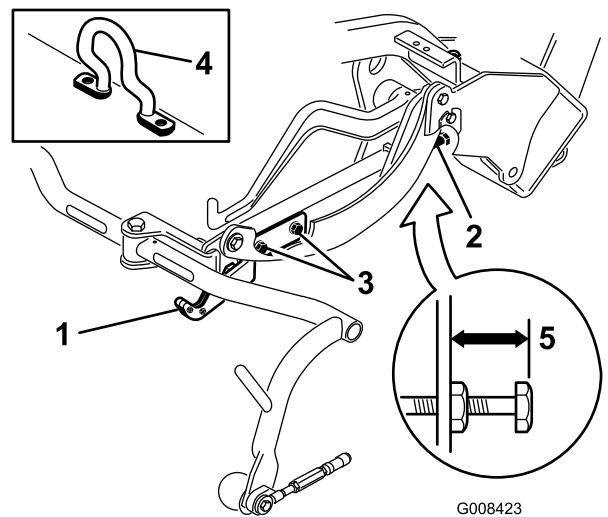
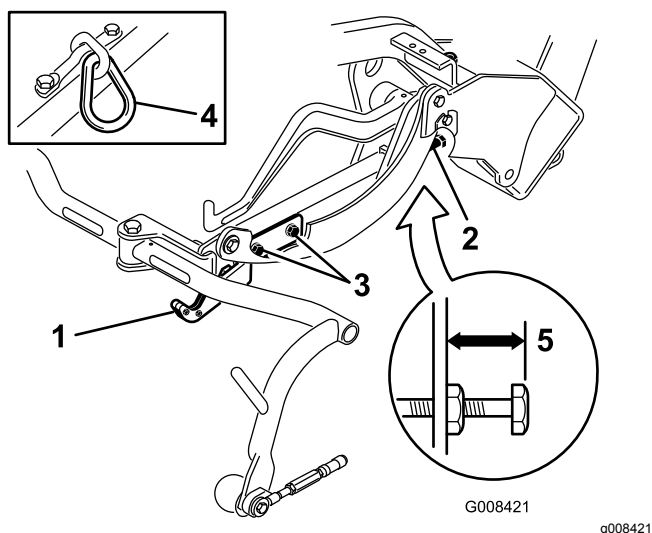
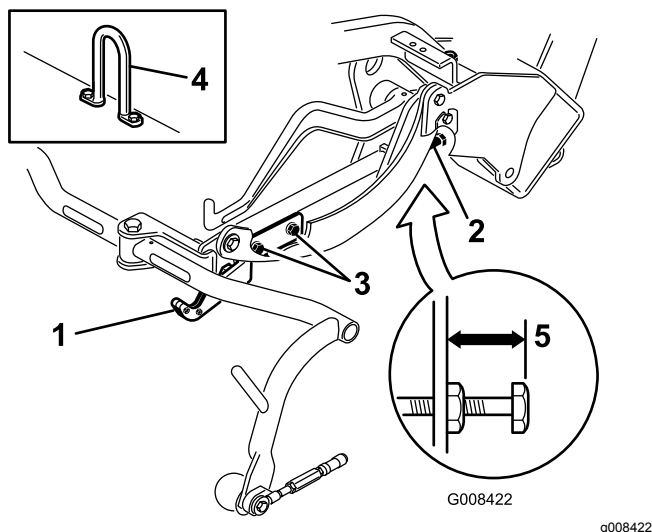

図 13
図 14
図 15
移動走行時の高さを調べ 図 14と図 15、必要に応じて調整する。
2. オフセット吊り下げフック 図 13、挿入図のついているカッティングユニットでは、キャリアフレーム調整ねじの上端からキャリアフレームの背面までの距離が 25 mm になっていることを確認する。距離が 25 mm でない場合には手順 へ進む。4
3. チェーンリンクまたはストレートリフトフック 図 14と図 15、挿入図のついているカッティングユニットでは、キャリアフレーム調整ねじの上端からキャリアフレームの背面までの距離が 22 mm になっていることを確認する。距離が 22 mm でない場合には手順4 へ進む。オフセットリフトリンク 図 13のついているカッティングユニットの場合は、次のステップに進む。
4. 移動走行プレート取り付けねじをゆるめる 図 14 と 図 15 と 図 13。
7. キャリアフレームの高さが同じでない場合には、キャリアフレーム調整ねじについているジャムナットをゆるめる 図 13 と 図 14 と 図 15。高くするにはねじを外方向にまわし、低くするには内方向にまわす。調整ができればジャムナットを締めて調整を固定する。